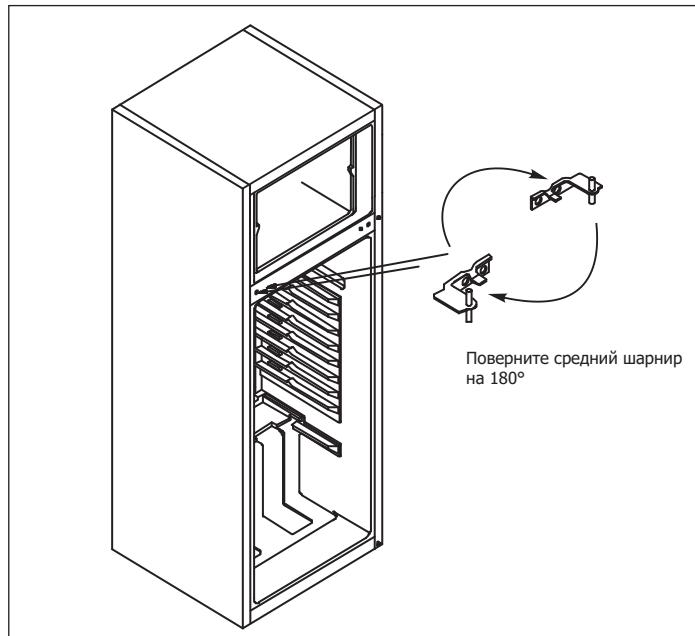

Рисунок 11.
**9** - Поверните средний шарнир на 180° . Установите двери морозильной и холодильной камер вместе со средним шарниром. (Повторяйте действия, описанные в пункте 2 в обратном порядке). Зафиксируйте средний шарнир, плотно закрутив винты (Рис. 11).